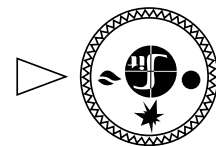

Рис. 8
- 7.4. В этом положении ручка управления удерживается **нажатая до упора**, одновременно нажимается (при необходимости несколько раз) кнопка пьезовоспламенителя, пока не загорится пилотная горелка (см. в смотровое окно). После того как загорится пилотная горелка, ручка **удерживается в нажатом состоянии не менее 30 секунд**, после чего ручка отпускается и переводится в положение «факел» (рис. 8). При переводе ручки управления в положение «факел», подача газа к главной горелке разблокируется.